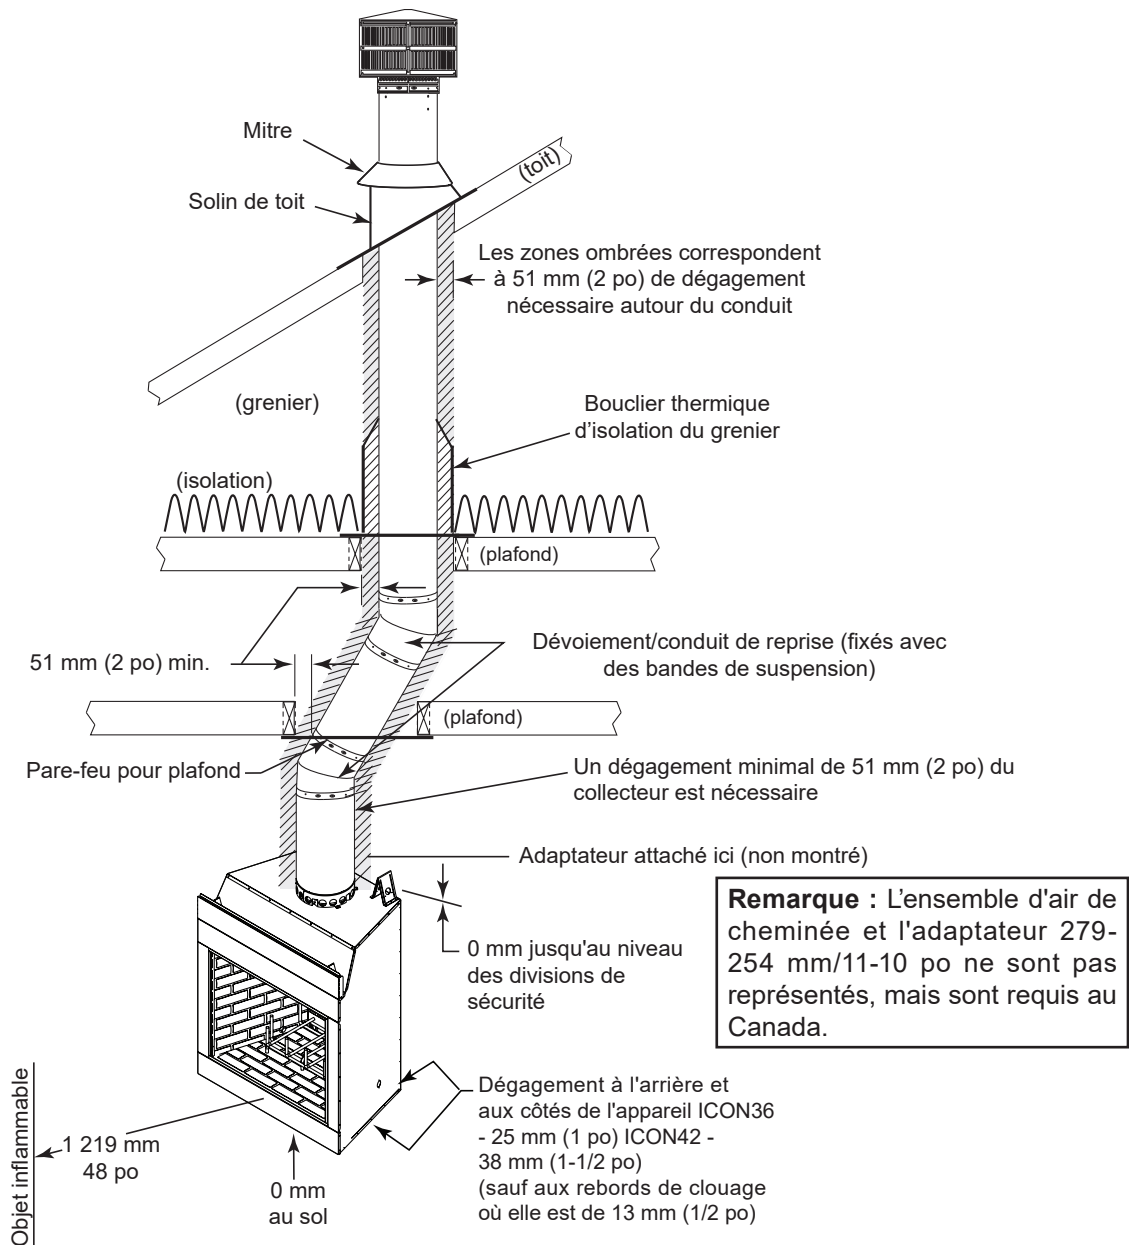
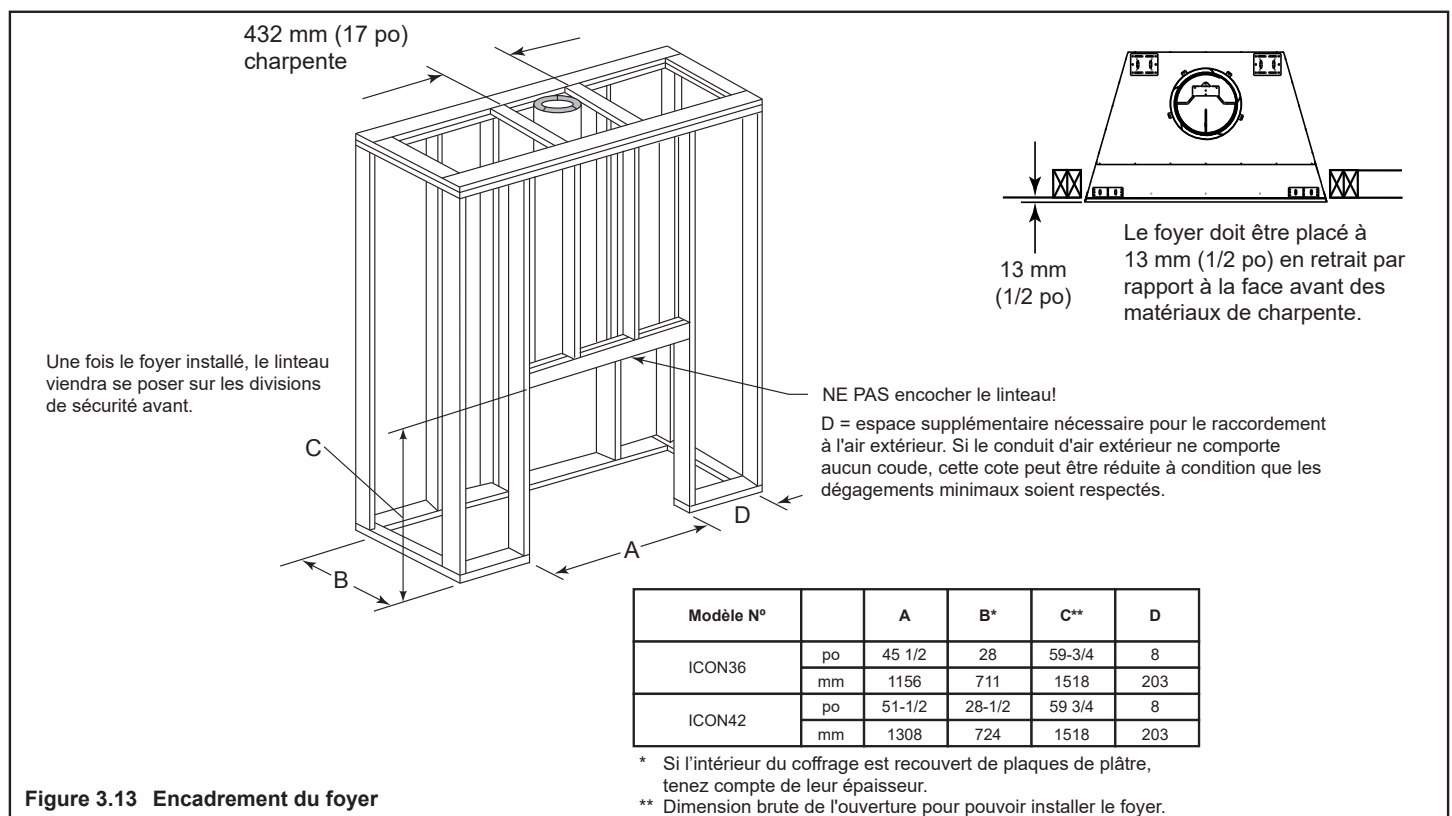

Figure 3.3 Dégagements par rapport aux matériaux inflammables
Figure 3.13 Encadrement du foyer
Les parois, le plafond, la plaque de base et le sol en porte-à-faux du coffrage doivent être isolés (voir la Figure 3.3.) Équipez le coffrage de pare-vapeur et de pare-air, en conformité avec les codes locaux applicables au reste de la maison. En outre, Hearth & Home Technologies recommande de recouvrir les surfaces intérieures de placoplâtre et de colmater les raccords (ou l'utilisation d'une méthode équivalente) pour optimiser l'étanchéité.
- Dans les climats froids, les parois du coffrage doivent être isolées jusqu'au niveau du faux plafond, comme indiqué sur la figure 3.3. Cela aidera à diminuer les pertes de chaleur de la maison autour du foyer.
La figure 3.13 illustre un coffrage typique de foyer (en utilisant du bois de construction de 2 x 4), en présumant que des matériaux combustibles sont utilisés. Tous les dégagements par rapport aux matériaux combustibles autour du foyer doivent être respectés. Voir la figure 3.3. La charpente le long du haut du foyer doit être au-dessus des divisions de sécurité supérieures.